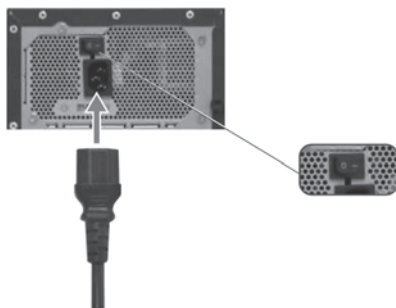

Рис. 3.4. Подключение кабеля электропитания к компьютеру
4. Кабель электропитания компьютера с заземленной вилкой европейского стандарта на одном конце и трапециевидным разъемом Female на другом (рис. 3.4) подключите к соответствующему разъему на блоке питания, находящемся на тыльной части системного блока.